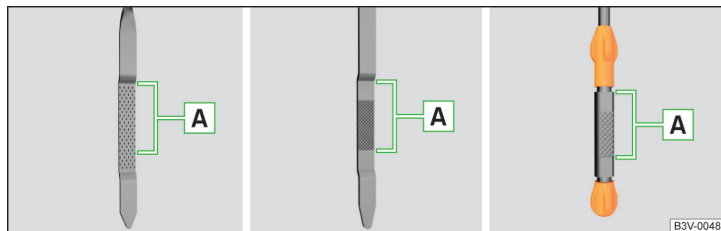

Fig. 161 Modèles de jauges d'huile
L'huile peut ensuite arriver au niveau du point » fig. 161. Si le niveau d'huile est inférieur au repère , rajoutez de l'huile.
- Le niveau d'huile ne doit jamais être inférieur ou supérieur au niveau » fig. 161 - risque d'endommagement du moteur et du système d'échappement !